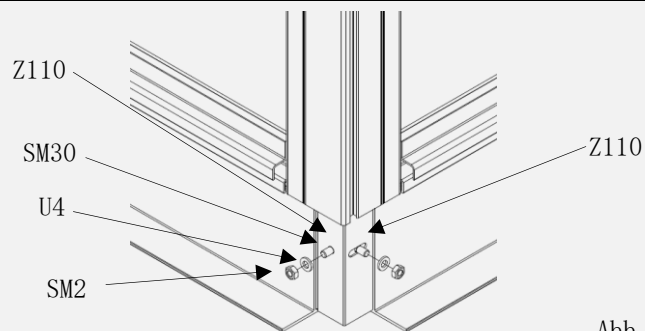

Abb. 145
- die beiden Fundamentrahmen-Eckwinkel (Pos. Z110) werden mit einer Sechskantschraube M6 (Pos. SM2) einer U-Scheibe A6.4 (Pos. U4) und einer Sechskantmutter M6 (Pos. SM30) verschraubt. (Abb. 145)